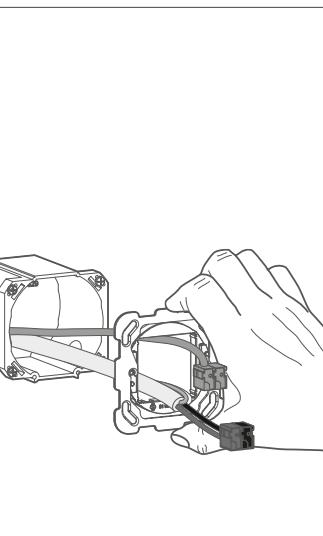

Fig. 9: Opzionale: Passaggio del cavo per sensore di temperatura esterno
- Far passare anche il cavo di collegamento del sensore di temperatura esterno con il terminale di collegamento attraverso il telaio e collegarlo al retro del dispositivo. (Fig. 9).